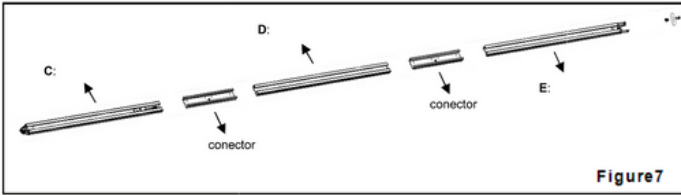

Figure 7
- Como se muestra en la **Fig.7** deslice el riel C en el conector, deslice el riel D en el conector